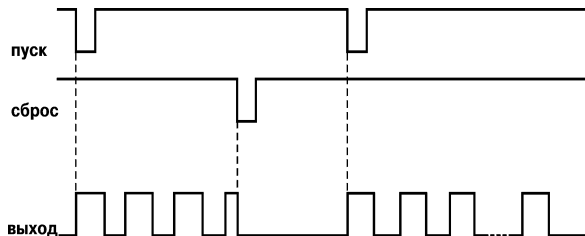

Рис. 9
3.1.3.5. Сигнал «Сброс» прекращает выполнение программы и возвращает таймер в исходное состояние. Время задержки реакции прибора на сигнал "Сброс" составляет не более 0,1 мс (рис. 9).